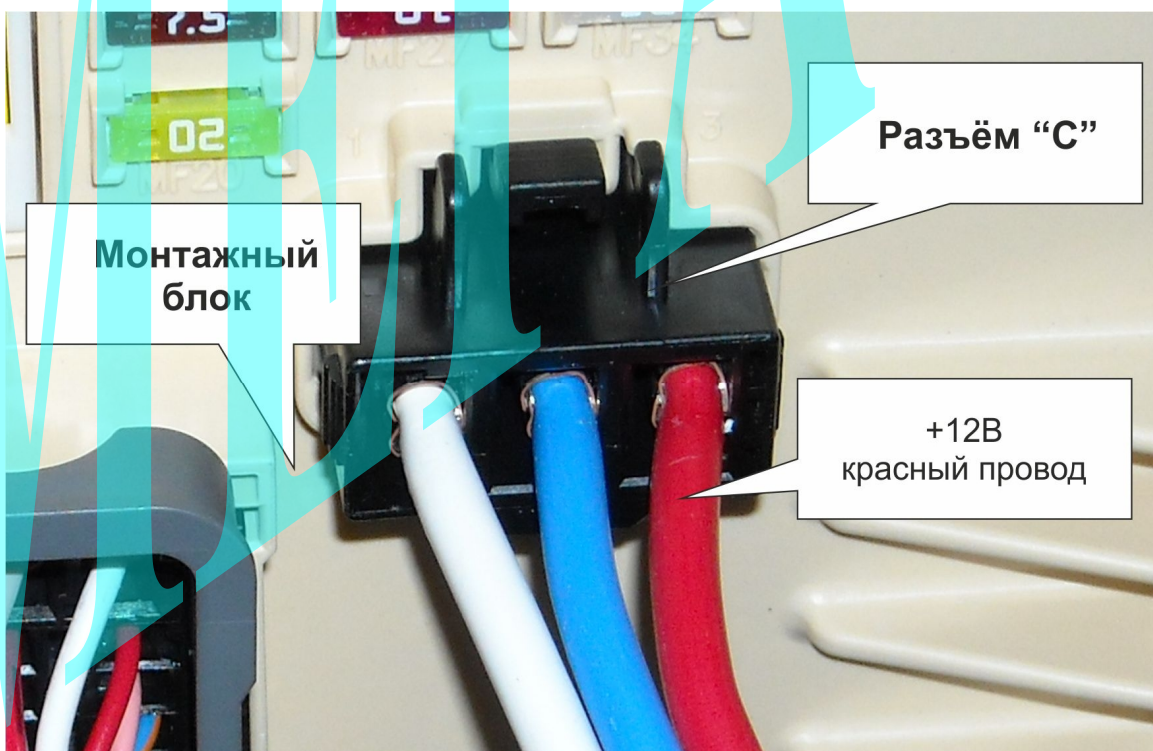

Рис. 4. Подключение питания.
*Красный/черный провод разъёма CN1 и красный провод разъёма CN3 системы Scher-Khan Logicar 4 подключить к красному проводу разъёма "C" на монтажном блоке (см. рис. 4).*